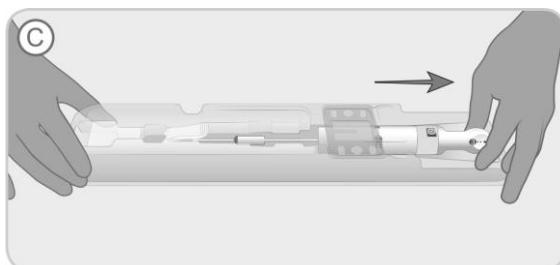

Figura 4. Retrare l'impugnatura del dispositivo fino al punto di arresto.
- C. Tenendo fermo il vassoio, afferrare la parte posteriore dell'impugnatura (camma di rilascio) e tirarla fino al punto di arresto (indicato sul vassoio con la lettera "C"), Figura 4. Questa manovra ripiega l'impianto all'interno del tubo della cannula di caricamento.